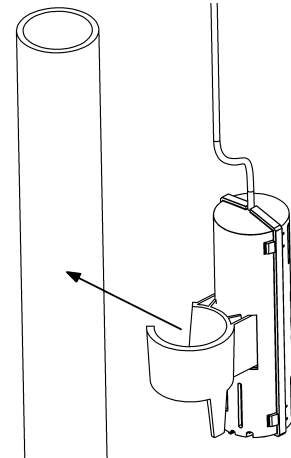

Figure 1
- 3) Enclencher le détecteur sur le tuyau d'évacuation de la pompe de puisard tel qu'illustré à la **figure 1**.